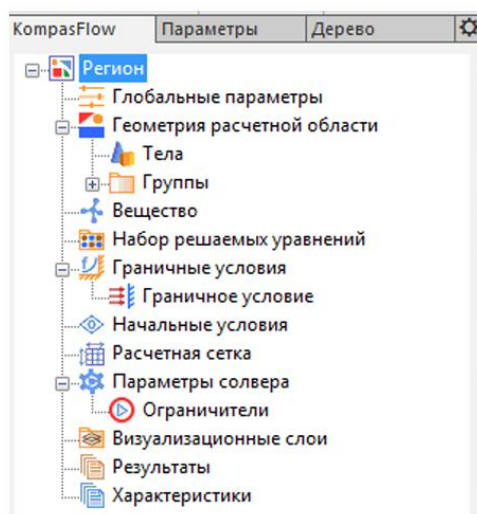

Рисунок 3
10. В области панелей управления КОМПАС-3D во вкладке **«KompasFlow»** представлены элементы, называемые также **«Дерево проекта»** (рис. 3).